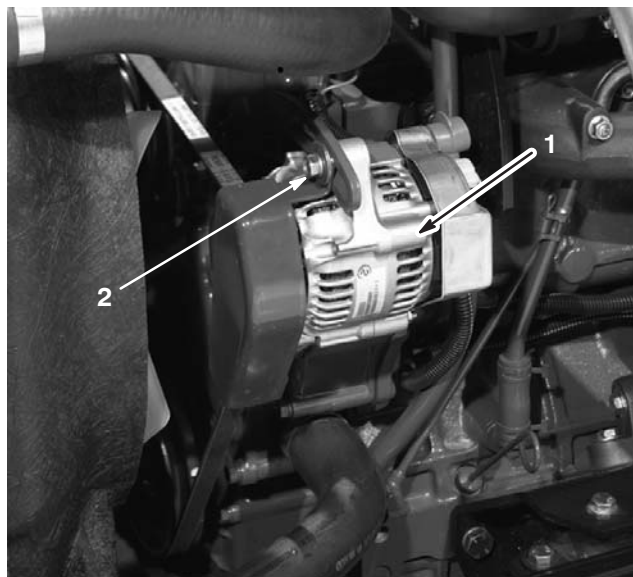

Figure 54
Vérifiez l'état et la tension de la courroie (Fig. 54) toutes les 100 heures de fonctionnement.
2. Si ce n'est pas le cas, desserrez les boulons de montage de l'alternateur (Fig. 54). Augmentez ou diminuez la tension de la courroie et resserrez les boulons. Contrôlez de nouveau la flèche de la courroie pour vérifier si la tension est correcte.